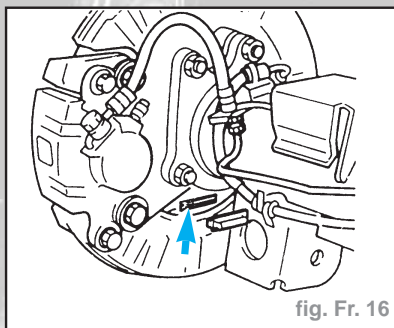

fig. Fr. 16
- Déposer le bouchon en caoutchouc du trou de réglage. Avec la lame d'un tournevis, tourner la vis de réglage (flèche) vers le bas jusqu'à ce que la mâchoire soit en contact sur le tambour. Continuer de tourner cran par cran jusqu'à ce que le tambour ne puisse plus tourner (fig. Fr. 16).